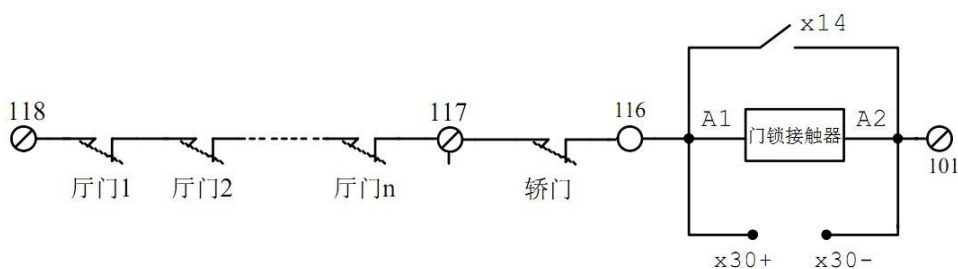

图 1 厅轿门分离检测方案一
- 不具有符合开门条件下的平层、再平层和预操作的电梯，并且制停部件是符合规范的驱动主机制动器，不需要检测轿厢的意外移动。（如果需要检测，则对应图 1 增加测试开关，在平层位置，检修运行，离开平层感应器有效区域时，人为断开测试开关，实现关门情况下的轿厢意外移动安全测试，此方案采用测试开关断开来模拟轿门或者厅门意外打开的情况，防止真正打开厅门时，门机构碰撞受损。）